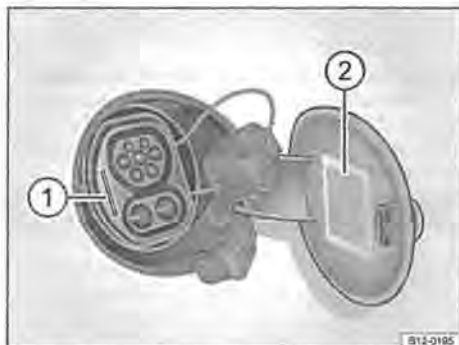
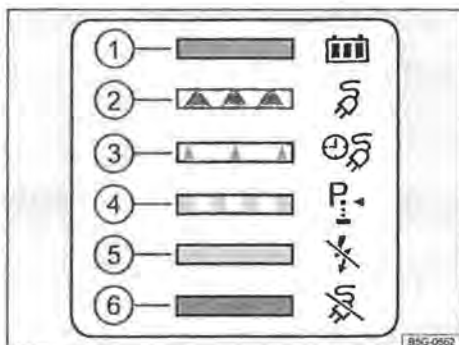

Fig. 113 Spia di ricarica dietro lo sportellino della presa di ricarica ①, targhetta adesiva con informazioni ②
Fig. 114
La spia di ricarica è costituita da un LED → fig. 113 ① che si trova sulla presa di ricarica e che indica lo stato della ricarica. Un'etichetta adesiva → fig. 114 posta sullo sportellino della presa di ricarica fornisce informazioni sulle indicazioni della luce a LED.